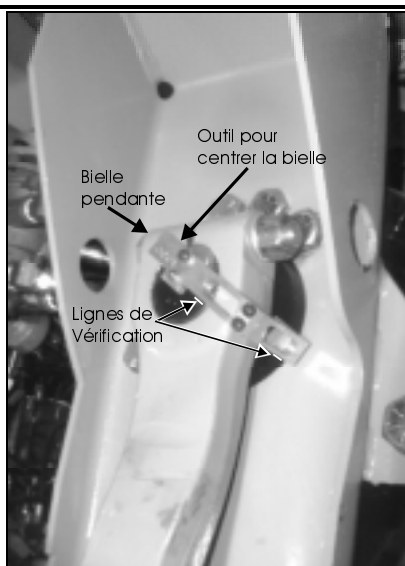

FIGURE 5: BIELLE PENDANTE 16084
4. Dans le compartiment de la roue de secours, en utilisant l'outil pour centrer, centrer la bielle pendante. La bielle est centrée lorsque l'outil est en ligne avec les 2 lignes de vérification (Fig. 5).